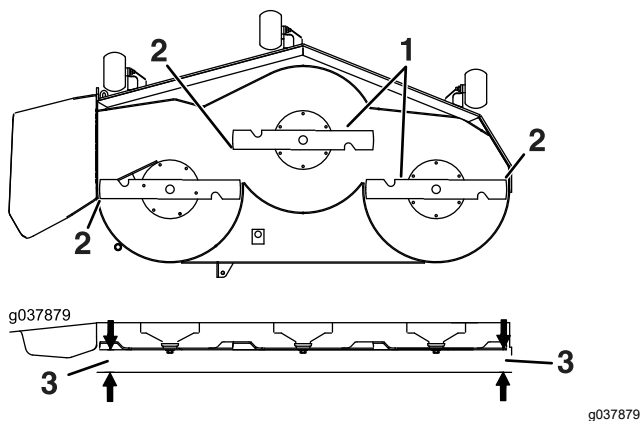

Bild 84
6. Messen Sie den Abstand zwischen der Messerspitze und der ebenen Oberfläche (Bild 84). Wenn beide Messwerte nicht innerhalb von 5 mm liegen, stellen Sie die Nivellierung ein; fahren Sie mit diesen Schritten fort.
14. Drehen Sie die Schnittmesser vorsichtig von einer Seite zur anderen (**Bild 84**).